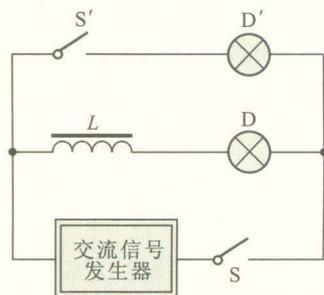

图2-5-1
1. 将带铁芯的电感器 L 和灯泡 D 串联,再与另一完全相同的灯泡 D' 并联,接在以交流信号发生器为电源的两端,如图2-5-1所示.闭合开关 S 和 S' ,观察两个灯泡发光的亮度有何不同?